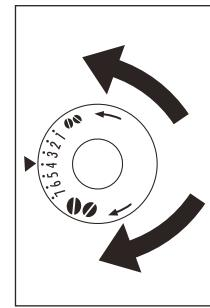

Fig. 40
- Pentru o dozare mai lentă și o cafea mai cremoasă, rotiți cu un clic în sens invers acelor de ceasornic (cafea pre-râșnită mai fin). Pentru o dozare mai rapidă (nu câte o picătură pe rând), rotiți cu un clic în sensul acelor de ceasornic (cafea pre-râșnită mai grosier) (Fig. 40).